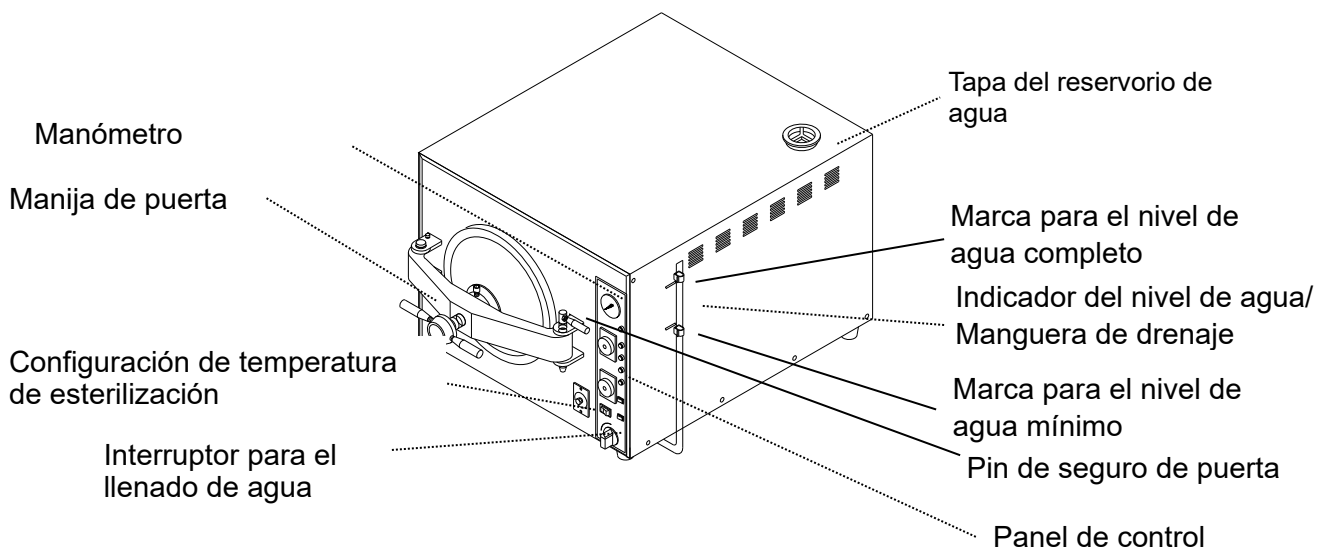

Figura 9 – Vista frontal
G. Cierre la puerta y bloquee con el pin de seguro de puerta (Consulte Figura 9 ).